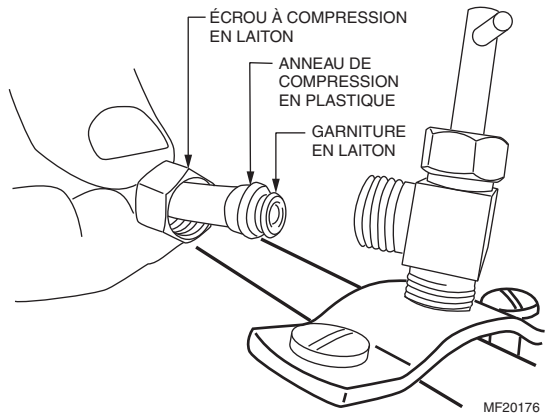

Fig. 9. Installation du tuyau d'arrivée d'eau.
3. Utiliser un tuyau de 6 mm (1/4 po) de diam. ext. pour raccorder le robinet-vanne à étrier à l'entrée de l'électrovanne sur l'humidificateur. (Voir la Fig. 9.)